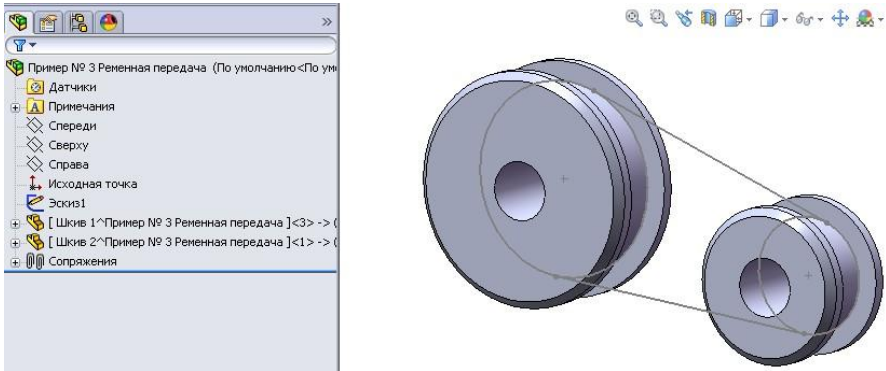

Рисунок 11.77 - Компонувальний ескіз і два сконструйовані шків
13. Аналогічно побудуємо деталь **Шків 2** (рис. 11.77). Після побудови деталі не забудьте вийти з режиму редагування деталі, клацнувши правою кнопкою миші в тривимірному просторі й вибравши в контекстному меню команду **«Редактировать сборку: Пример № 3 Ременная передача»**.
На цьому етапі побудови складання маємо компоновальний ескіз і два сконструйовані шкві (рис. 11.77).